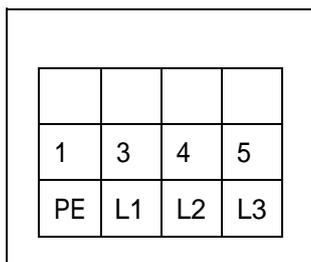

Рис.21
- Открыть переднюю крышку пульта - Схема соединения 400 В AC: четыре провода (сечением 2,5мм2), три фазовых провода, один – заземление. Подсоединяются к клеммам L1,L2,L3, провод заземления подсоединяется к клемме со знаком PE в первую очередь. Затем к болтам заземления платформ, находящихся на напольном основании (рис. 21).